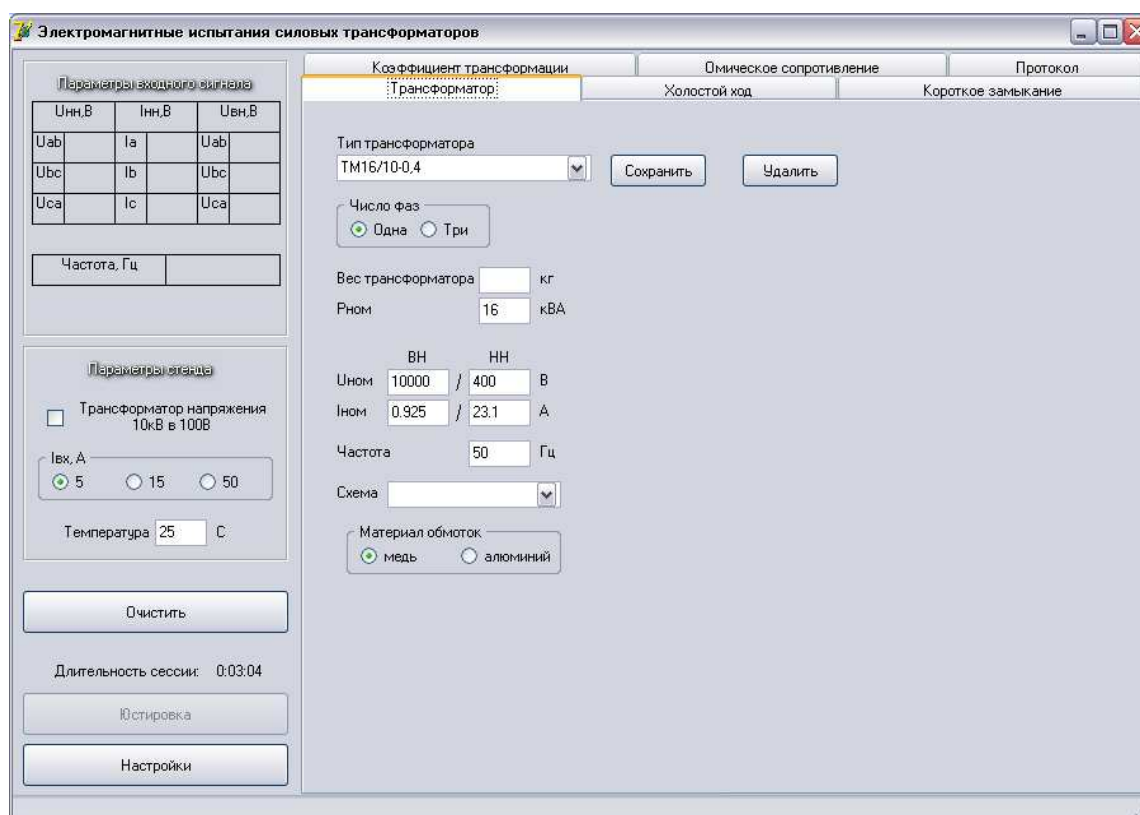

Рис. 4
2.4.1. При выборе закладки «Трансформатор», в рабочем окне открывается панель для ввода параметров трансформатора рис. 4.